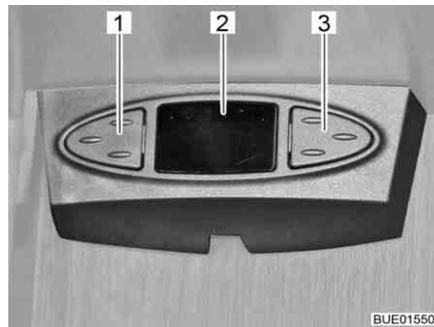

Fig. 29 Ratón satélite
Según el modelo, la instalación de antena parabólica estará equipada con un ratón satélite. La visualización (Fig. 29,2) del ratón satélite indicará el canal ajustado. Con las dos teclas se pueden manejar las funciones básicas de la instalación de antena parabólica (cambiar de programa, conectar/desconectar).
- Seleccionar el programa anterior de la lista de programas: Pulsar la tecla izquierda (Fig. 29,1).
- Seleccionar el programa siguiente de la lista de programas: Pulsar la tecla derecha (Fig. 29,3).
- Cambiar de radio a televisión y viceversa: Pulsar las teclas (Fig. 29,1 y Fig. 29,3) brevemente al mismo tiempo.
- Conectar/desconectar el receptor: Pulsar las teclas (Fig. 29,1 y Fig. 29,3) al mismo tiempo y mantenerlas pulsadas.